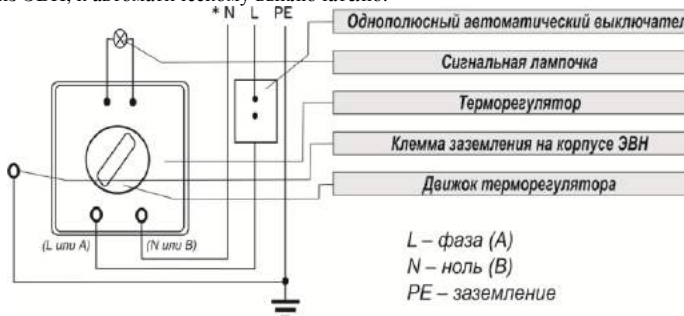

Рис. 7. Схема электрическая для моделей E-Series, O'Pro, EGO, O'Pro +
В цепь электропитания необходимо установить автоматический выключатель с током отсечки, равным 10А для ЭВН мощностью от 1,6 кВт до 2,5 кВт. Подключение моделей E-Series, O'Pro, EGO, Round, O'Pro + (рис. 7, 8) и моделей D4
Подключение моделей O'Pro (PC) (рис. 7, 8) и Steatite (рис. 7, 9, 10, 11);